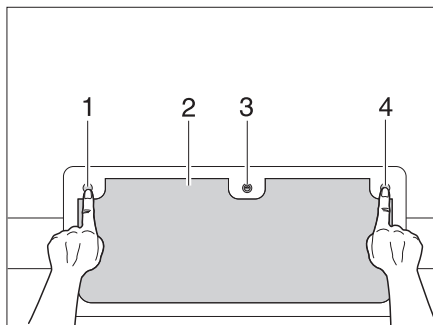

Fig. 32 Serratura dello sportello con bottoni automatici, chiusa
- Inserire la chiave nel cilindro della serratura (Fig. 32,3) e ruotare di un quarto di giro.
- Premere i tre bottoni automatici (Fig. 32,1, 3 e 4).
- Chiudere completamente lo sportello esterno (Fig. 32,2) fino ad udire la chiusura a scatto.
- Inserire la chiave nel cilindro della serratura (Fig. 32,3) e ruotare di un quarto di giro. La serratura è bloccata.